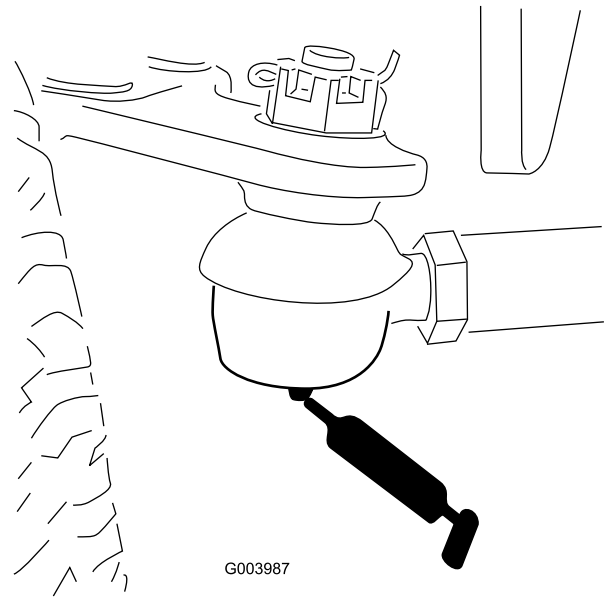

Figura 45
- Tirante del eje trasero (2) (Figura 45)